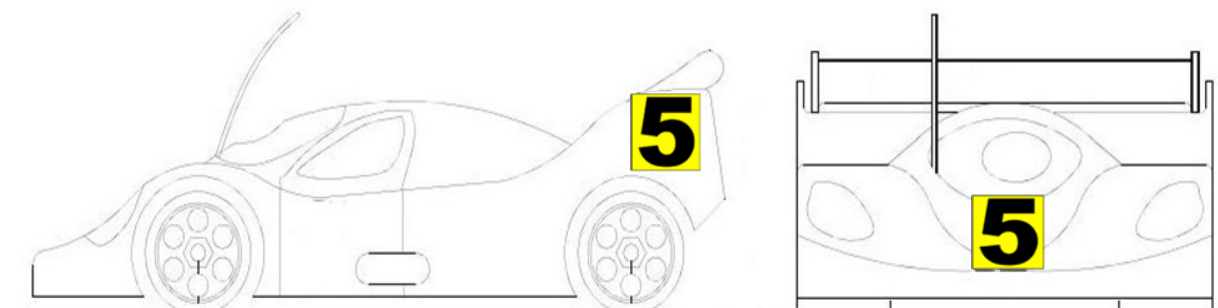

**Figura 19: Dimensioni massime dei fori carrozzeria GT Cardano**
**6C.1.10. CARROZZERIA** (si veda la Figura 19):